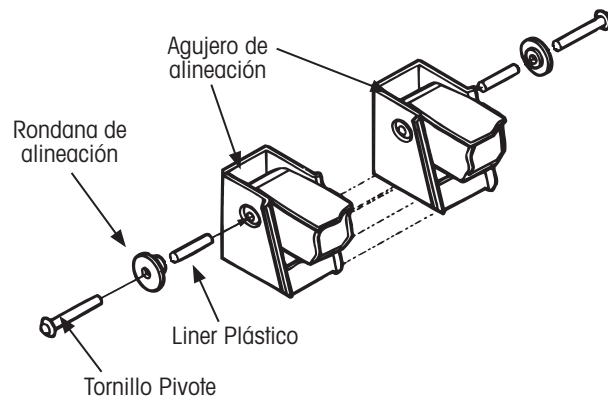

Figura 23: Ensamble de conexión pivote, rondana soldable
1. **Insterte** el liner plástico Delrin® en el metal interno del buje (Figura 23).
5. Como se muestra en la Figura 23, rabajando desde el lado externo del remolque, **inserte** cada tornillo pivote hacia el centro del remolque a través de los agujeros de alineación y el liner plástico Delrin® (previamente insertado en el interior de metal buje).